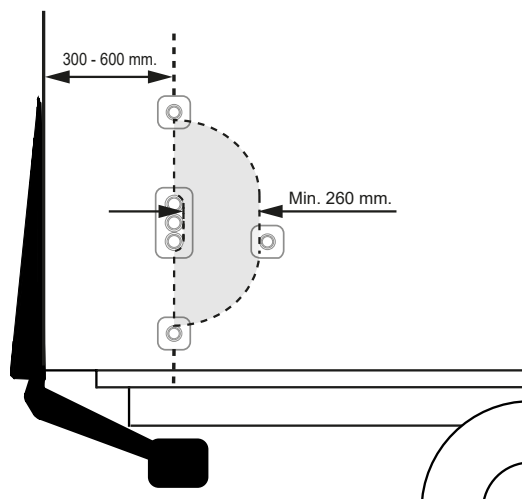

Bild 42. Montering av manöverdon CD 1 med tvåhandsfattning.
2. Avståndet mellan fordonets bakre kant och centrum på manöverdonen skall vara 300-600 mm. Avståndet mellan manöverdonen skall vara minst 260 mm. Se Bild 42.